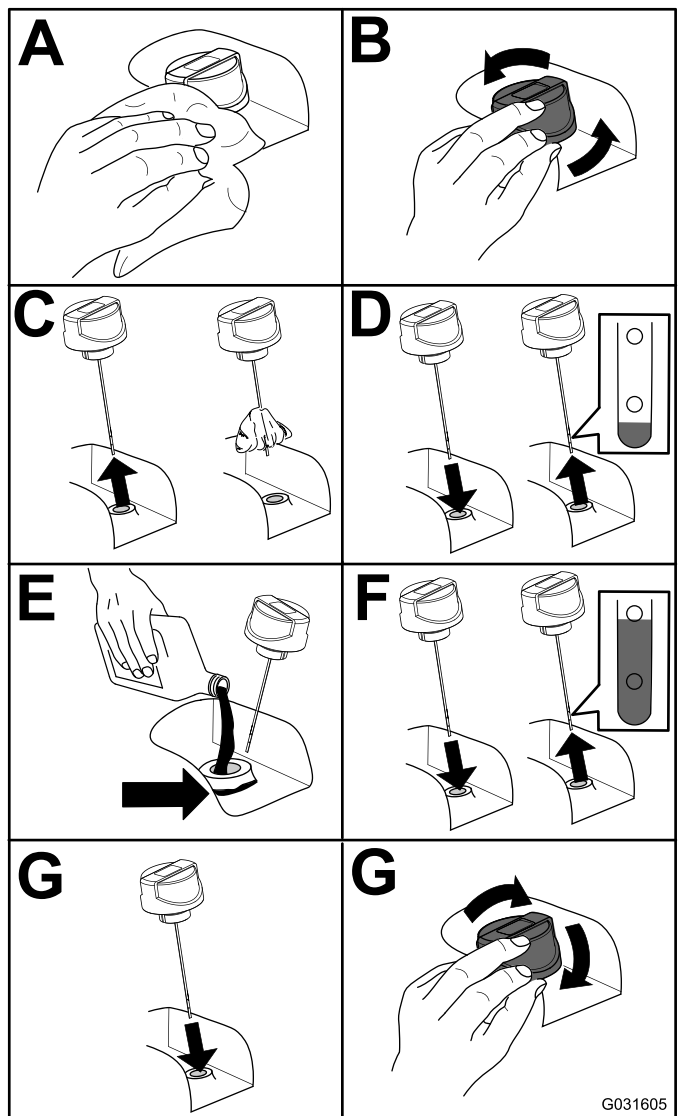

**Рисунок 92**
2. Установите большой сливной поддон под штуцер, расположенный в нижней части бака с гидравлической жидкостью (Рисунок 92).